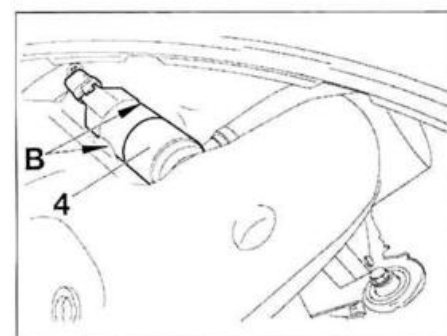

FIG. 15
- Desmontar la bomba eléctrica (2) en "A".
- Vaciar el depósito de líquido lavaparabrisas (1).
- Vehículos equipados con lavafaros, desmontar la bomba eléctrica (4) en "B" (fig. 15).